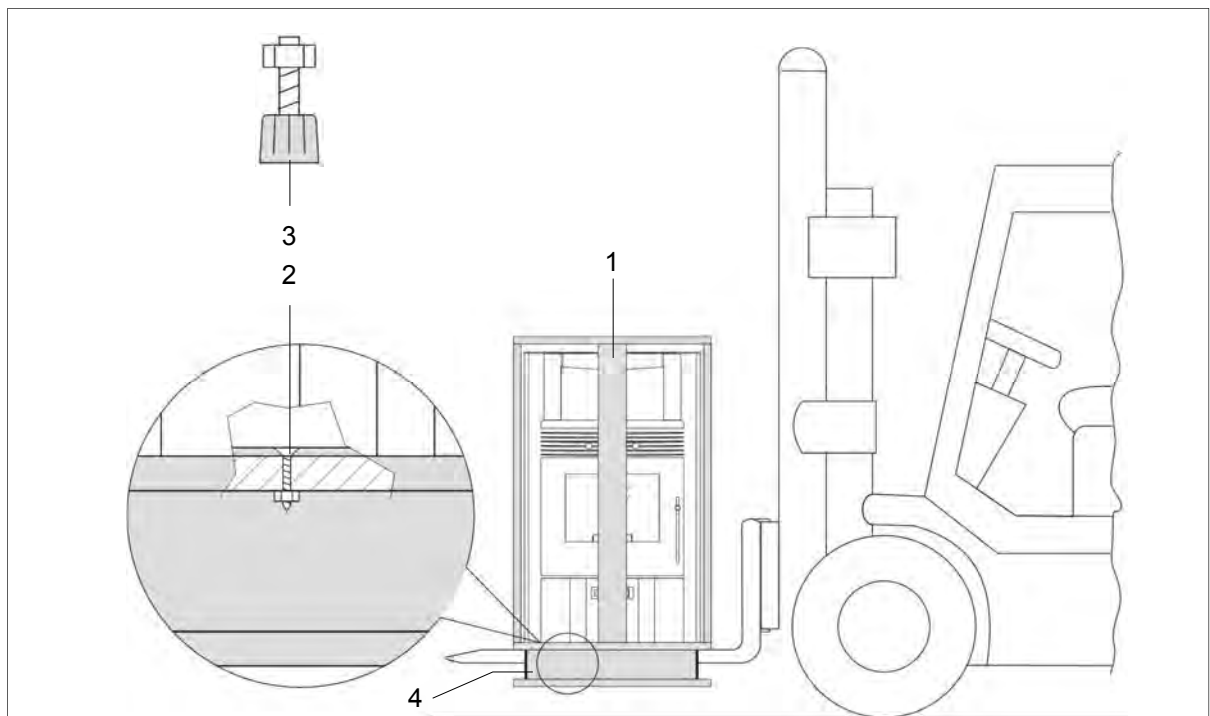

FIG.8 (Soulèvement de l'emballage avec chariot élévateur)
- 1) Enlever la cage de bois (**FIG.8-RÉF.1**);
- 3) Desserrer les vis des deux panneaux latéraux, les enlever momentanément du poêle et dévisser les vis (**FIG.8-RÉF.2**) qui tiennent fixé le poêle à la palette;
- 4) Monter les 4 pieds réglables (**FIG.8-RÉF.3**) (que pour les modèles LUNA);
- 5) Avec quatre opérateurs positionnés respectivement aux quatre côtés, le soulever manuellement le faisant descendre avec prudence de la palette (**FIG.8-RÉF.4**);